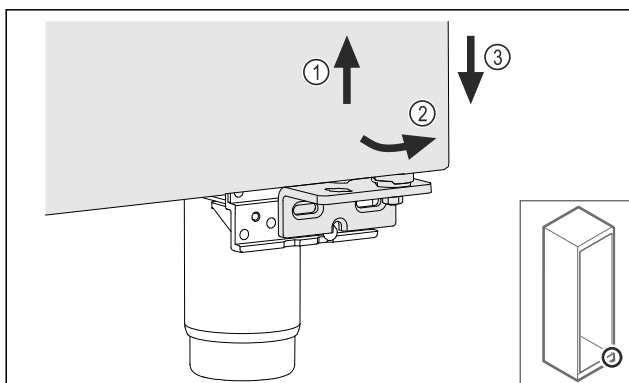

Fig. 16
- Немного приподнимите дверь Fig. 16 (1), наклоните снизу вперед Fig. 16 (2) и опустите Fig. 16 (3).